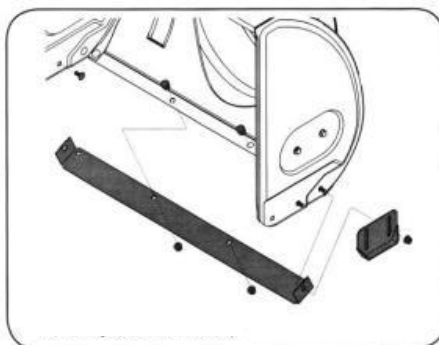

Рисунок 20
2. Установите новые полозья, закрепив их с обеих сторон четырьмя крепёжными болтами (по два с каждой из сторон) и шестигранными гайками с фланцем (см. рис.20).
2. Установите новый нож-скребок, убедившись, что головки болтов находятся внутри корпуса. Затяните болты (см. рис.20).